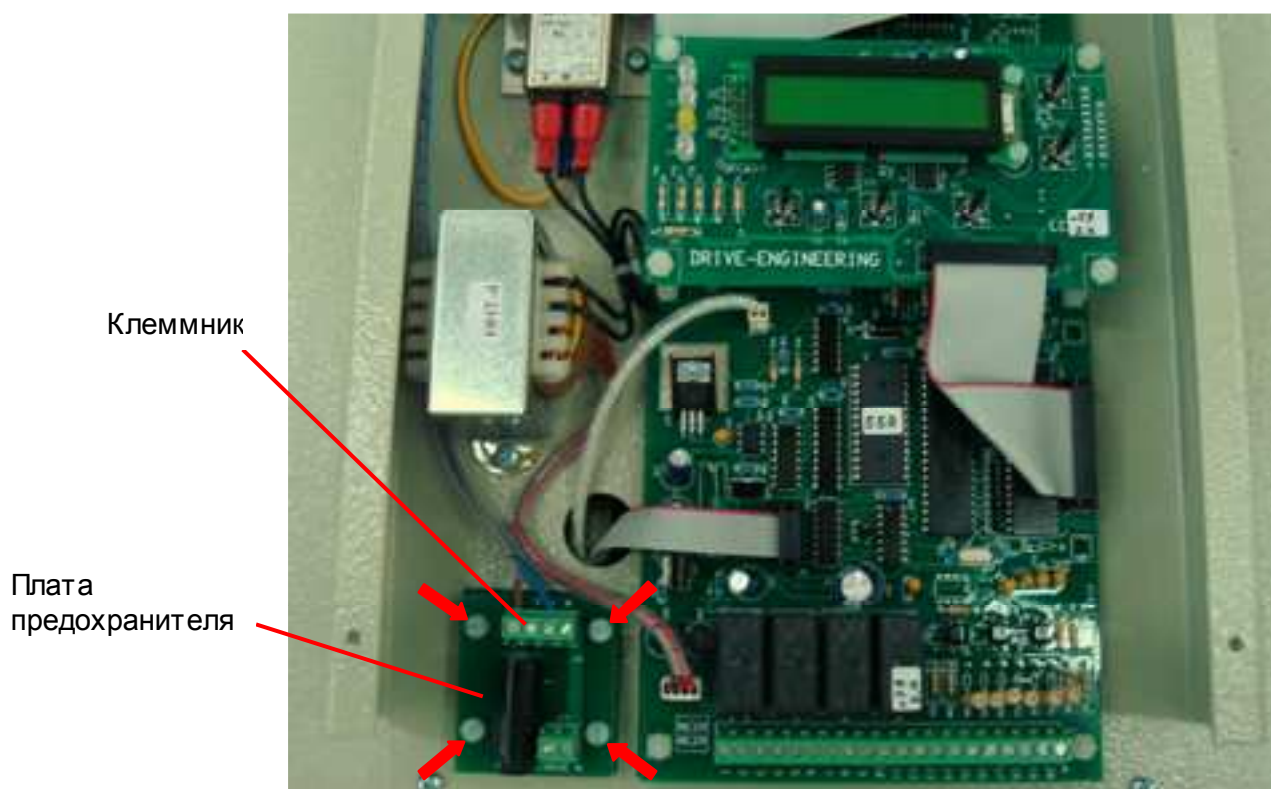

Рис. 6.10
6.7.1. Ослабить два винта клеммника на плате предохранителя (рис. 6.10) и отсоединить кабель.
6.7.2. Выкрутить четыре пластмассовых винта (рис. 6.10, красные стрелки) и положить их в тару.